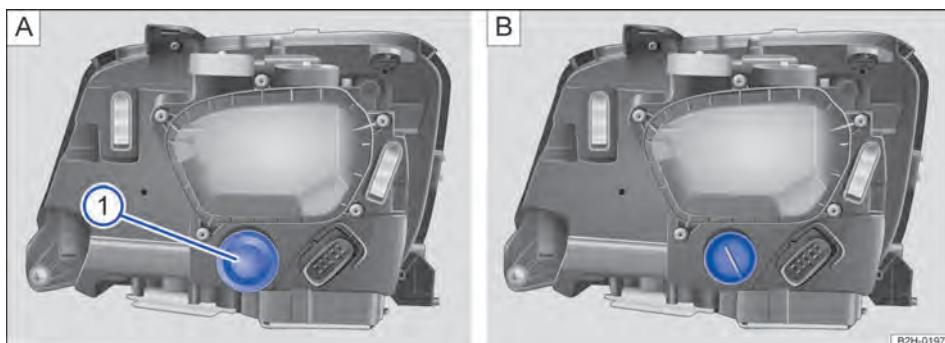

Fig. 194 No compartimento do motor: cobertura no farol de xenônio dianteiro direito: **①** indicador de direção.
→ Fig. 194	① Indicadores de direção
→ **Fig. 194** **① Indicadores de direção**